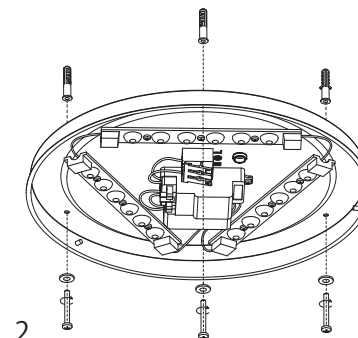

fig. 2
- fig. 2:** Hold bracket against the wall and mark drill points, drill the holes, insert the dowel. Use suitable material for wooden walls or lightweight walls. Pull the cable through the cable grommet. Put one sealing ring on each screw and fasten the base plate with the 3 screws. Watch out for a proper seal and the correct position of all seals, in order to ensure the splash water protection (IP44).
- Bild 2:** Die Bohrlöcher an den entsprechenden Stellen anzeichnen, die Löcher bohren und die Dübel einsetzen. Bei Holzwänden oder Leichtbauwänden passendes Material verwenden. Die Zuleitung durch die Dichtung in der Grundplatte schieben. Einen Dichtungsring auf jede der 3 Schrauben schieben und die Grundplatte an die Wand/Decke schrauben. Achten Sie auf eine richtige Abdichtung und den korrekten Sitz aller Dichtungen, um den Spritzwasserschutz (IP44) zu gewährleisten.